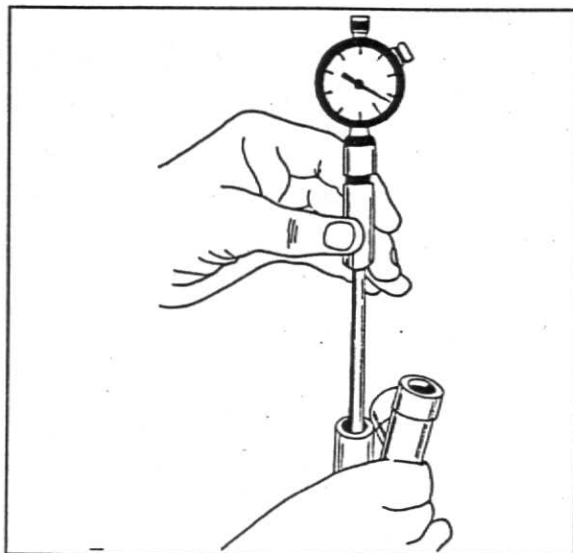

Fig.15
7. Verifique o diâmetro do alojamento do êmbolo da válvula de alívio: 14,237 - 14,288 mm ou 0,5605 - 0,5625 pol, fig.15.